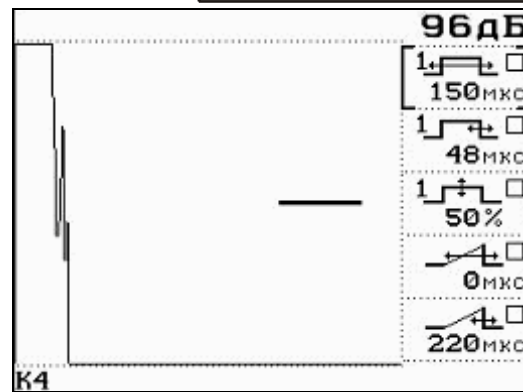

Рисунок 6.10 – Вид экрана дефектоскопа (формат «А-КОМБИНИРОВАННЫЙ»)
- вызвать формат «А-КОМБИНИРОВАННЫЙ» канала 4 (рисунок 6.10) кнопкой .